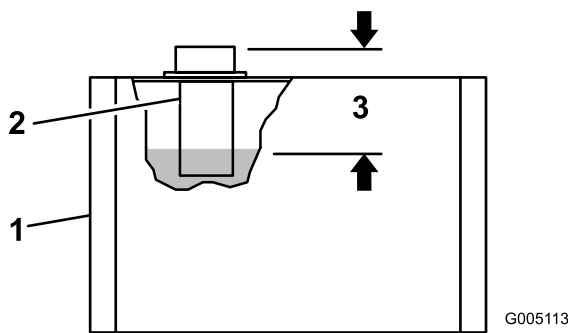

Figure 20
2. Retirez le bouchon du dessus du réservoir et vérifiez le niveau d'huile. Le liquide doit arriver à environ 89 mm en dessous du sommet de l'orifice de remplissage (Figure 20).